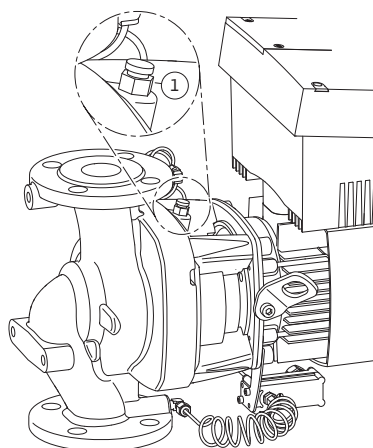

Fig. 51: 排气阀
- 6 打开排气阀（Fig. 51，位置 1），将水泵置于无压力状态。